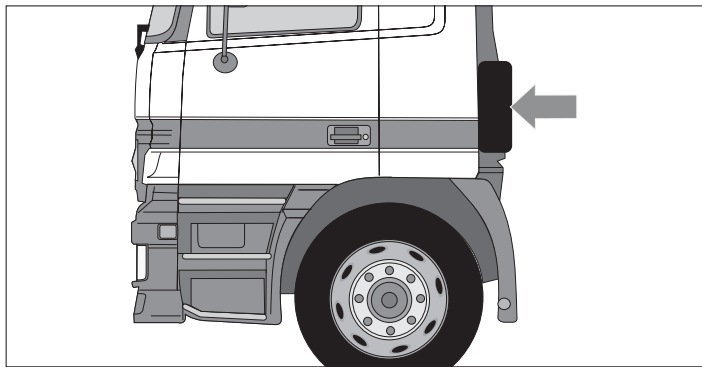

fig. 3 Monteringsseksempel
- Montering er kun tillatt på utsiden av kjøretøypåbygg (f.eks. på bakveggen i førerhytten, se fig. 3).